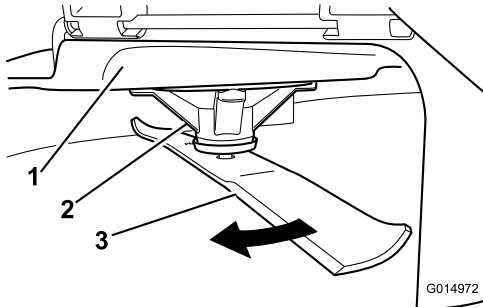

Figura 76
2. Purtați mâinile cu protecție corespunzătoare sau alte protecții adecvate pentru mâini și rotiți încet lama într-o poziție care vă permite să măsurați distanța dintre marginea de tăiere și suprafața uniformă pe care se află maina (Figura 76).